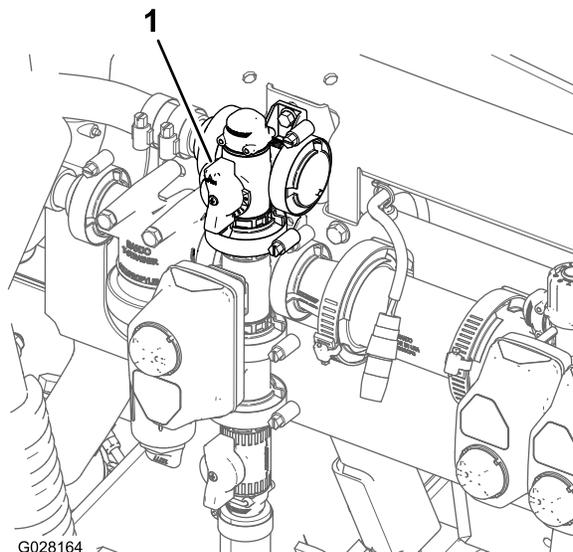

Figure 32
9. Réglez la vanne de dérivation d'agitation (Figure 32) à l'arrière de la vanne d'agitation jusqu'à ce que la pression indiquée soit 689 kPa (100 psi).